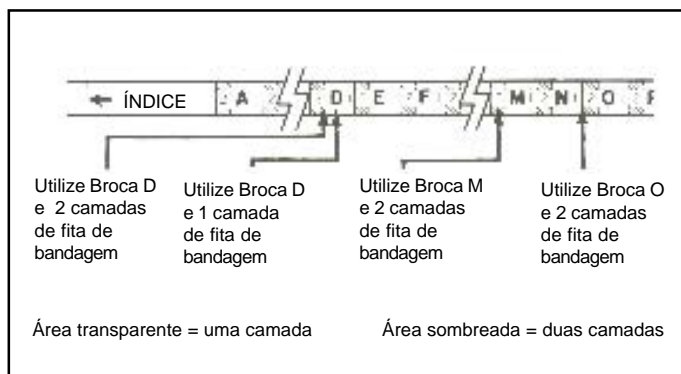

Figura 2
4.2.1 Determine a broca a ser utilizada para furar o cabeçote e o número de camadas da fita de bandagem, utilizando a fita de medição (foto 6 e figura 2).